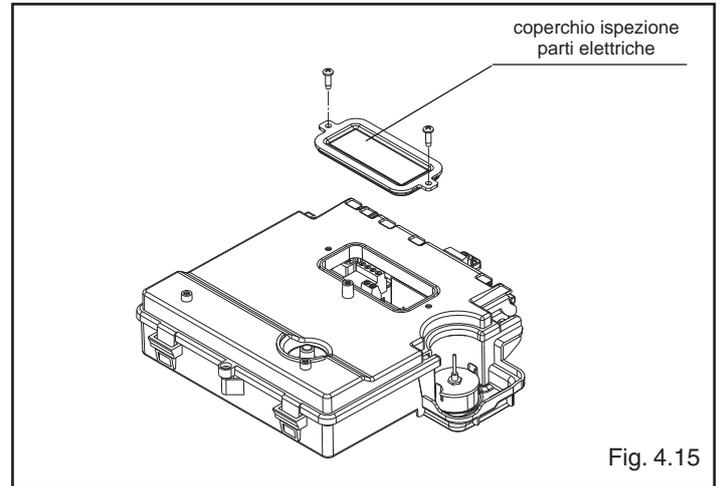

Fig. 4.15
- rimuovere il coperchio ispezione parti elettriche svitando le 2 viti per accedere ai jumper (fig. 4.15)